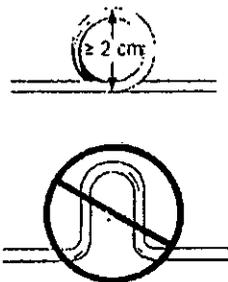

Figura 6. Enrollamiento de la parte sobrante del electrodo.
• Enrolle la parte sobrante del cuerpo del electrodo formando un bucle circular mayor de 2 cm de diámetro. No cree una curva o bucle en forma de U (Figura 6). Un bucle circular reduce la posibilidad de interferencias electromagnéticas y sus efectos e impide que el cuerpo del electrodo se retuerza o sufra daños.